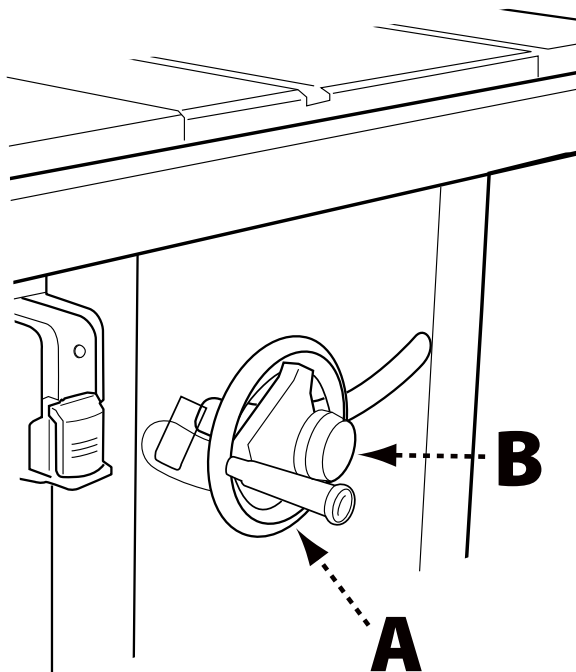

FIGURA 15
Suba o baje la hoja con la rueda manual (A) situada en la parte frontal de la sierra (consulte la Figura 15).
1. Antes de subir o bajar la hoja asegúrese de aflojar la perilla de bloqueo (B) girándola hacia la izquierda.
El grosor del separador (A) debe ser mayor que el cuerpo de la hoja o grosor de la placa (B) y menor que el ancho de corte (C) como se muestra en la Figura 15. El separador incluido con esta sierra mide 2.2 mm de grosor y puede usarse únicamente con una hoja de 10 pulgadas (254 mm) con un ancho de